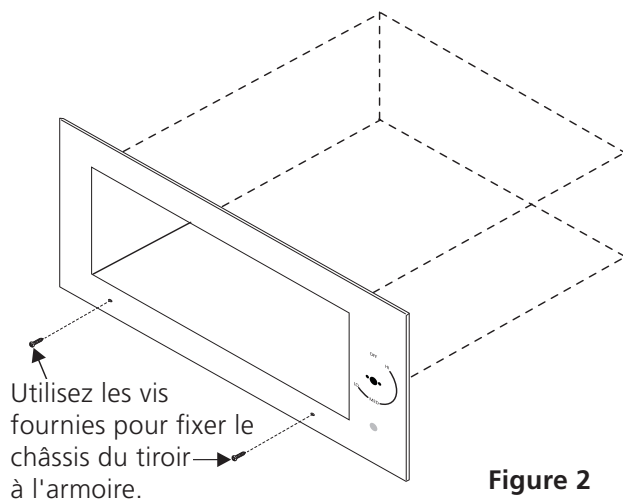

Figure 2
3. Retirez le tiroir tel qu'expliqué dans le manuel d'utilisation et d'entretien et fixez le châssis du tiroir à l'armoire à l'aide des 2 vis plaquées au nickel fournies. **Ne serrez pas les vis outre mesure** (voir fig. 2)